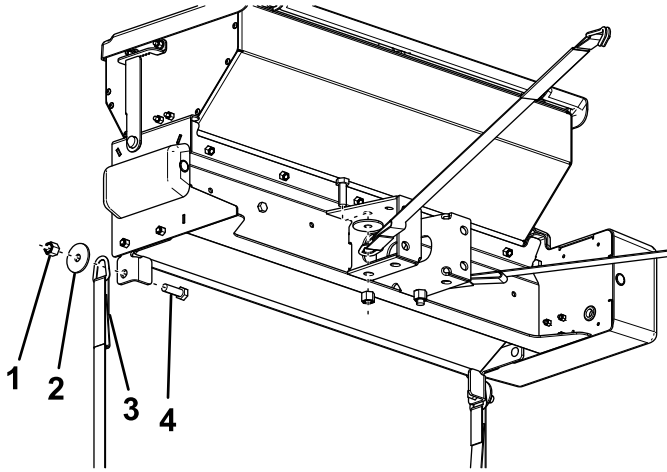

Figure 18
5. Fixez les sangles à cliquet à l'épandeur à l'aide de 4 boulons ( $\frac{1}{2} \times 1\frac{1}{2}$  po), rondelles ( $\frac{1}{2}$  po) et contre-écrous ( $\frac{1}{2}$  po), comme montré à la Figure 18.